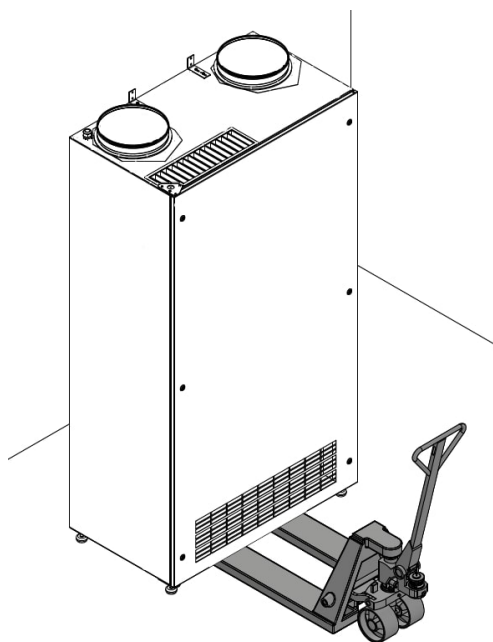

Abbildung 5: Bewegen Sie das Gerät an seinen Platz
2. Stellen Sie das Gerät aufrecht an seinen endgültigen Standort, möglichst nah an die Wand. Bewegen Sie das Gerät etwa mit einem Palettenhubwagen, siehe Abbildung 5 unten.